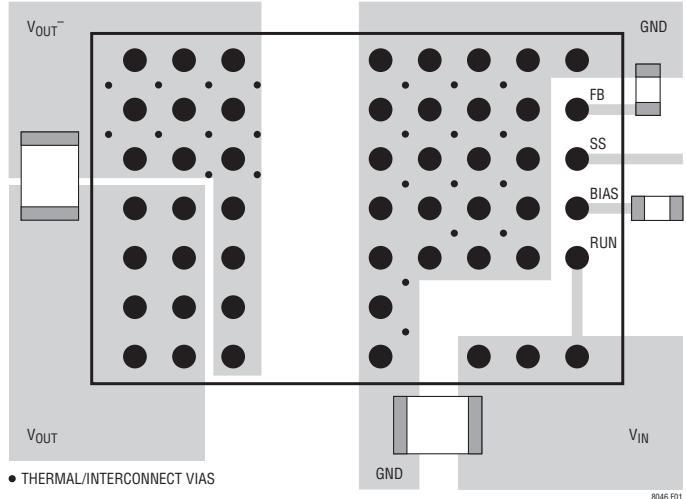

図1. 推奨外部部品、プレーン、およびサーマル・ビアを示すレイアウト
PCBのレイアウトに関する困難な問題のほとんどはLTM8046による高度の集積化によって緩和ないし除去されました。とはいえ、LTM8046がスイッチング電源であることに変わりはないので、電気的ノイズを最小に抑えて正しい動作を保証するには注意を払う必要があります。高度に集積化されても、レイアウトが無計画だったり不出来だったりすると、規定された動作を実現できないことがあります。推奨レイアウトについては図1を参照してください。接地とヒートシンクに問題がないことを確認します。
6. ビアを使って、GND銅領域をボードの内部グランド・プレーンに接続します。これらのGNDビアを多数分散配置して、プリント回路基板の内部プレーンへの十分なグランド接続と熱経路の両方を与えます。図1のサーマル・ビアの位置と密度に注意してください。これらの位置で内部GNDプレーンに接続されているビアは内部の電力を処理する部品に近接しているので、それらのビアによって与えられるヒートシンク機能から、LTM8046は恩恵を得ることができます。サーマル・ビアの最適個数はプリント回路基板の設計に依存します。たとえば、ある基板では非常に小さなビア